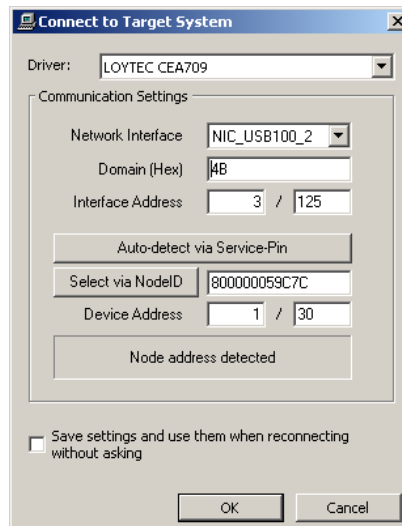

Abbildung 80: Verbinden über CEA-709
- **CEA-709:** Wählen Sie das Netzwerk-Interface, das benutzt werden soll, und füllen Sie die weiteren Felder aus, wie in Abbildung 80 gezeigt. Alternativ dazu können Sie auch das Netzwerk-Interface auswählen und **Auto-detect via Service-Pin** drücken. Dann drücken Sie den Service-Knopf auf dem Gerät. Beachten Sie bitte, dass diese Methode zur Verbindung ein LOYTEC Netzwerk-Interface benötigt.